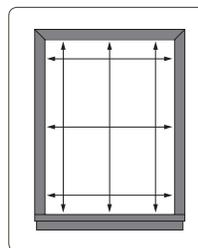

Fig. 2
2. Prenez trois mesures pour la hauteur et la largeur (voir la Fig. 2)